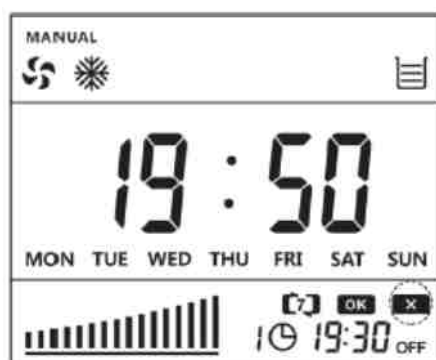

Figura 8.3.1
- Cuando estas en realizando el proceso de hora de encendido y hora de apagado, en el paso de la (figura 8.1.4 y 8.2.4) utiliza las teclas  y  y selecciona el icono  que empezara a parpadear, después pulsar el botón  y se confirmara el estado de “standby” en la hora de encendido y apagado. (ver figura 8.3.1). Esta cancelación desactivas el orden de encender y apagar el evaporativo pero mantienes la franja horaria por si en alguna ocasión se quiere volver a activar.